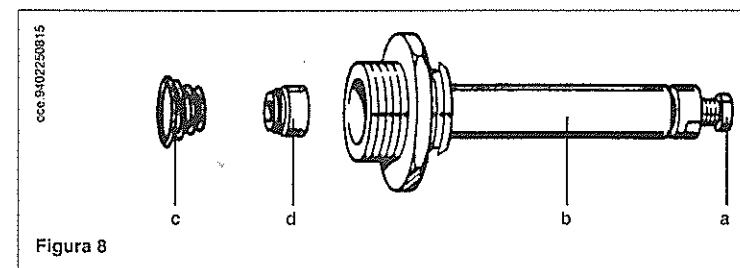

Figura 8
- sostituire la molla avendo cura di posizionarla correttamente (figura 8);
- substituir el resorte asegurándose de que sea posicionado correctamente (figura 8);
- avvitare a fondo, senza forzare, la vite nera (a) al canotto (b) (figura 8);
- aprire il rubinetto gas e ruotare la manopola (3) predisponendo la caldaia in posizione Estate (☀️);
- svitare la vite nera (a) (figura 8) fino a raggiungere il valore di pressione corrispondente alla potenza ridotta vedi tabella 1 a pagina 17;
- atornillar completamente, sin forzar, el tornillo negro (a) al manguito (b) (figura 8);
- abrir el grifo gas y hacer girar el botón (3) predisponiendo la caldera en posición Verano (☀️);
- destornillar el tornillo negro (a) (figura 8) hasta alcanzar el valor de presión correspondiente a la potencia reducida (véase tabla 1 en página 17);